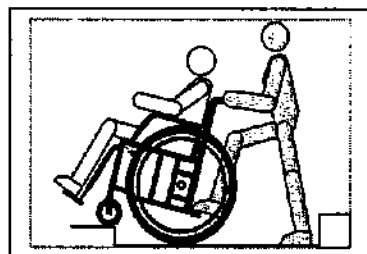

Рис. 6
6.5. Наиболее лёгкий и безопасный способ заезда на бордюр тротуара (или одиночную ступеньку) при наличии помощника иллюстрирует рис.6